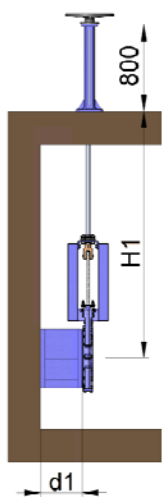

Рис. 10
- Стандартная колонна имеет высоту 800 мм (Рис. 10). Колонна другой высоты может быть изготовлена по заказу.